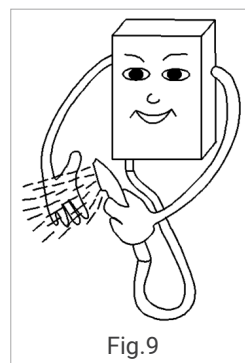

Fig.9
- (1) Gire el botón de regulación del caudal de agua para controlar el caudal de agua y su temperatura.
- (2) Gire el mando de regulación del gas para controlar la llama del quemador para controlar la temperatura del agua caliente.
- (3) Cierre la válvula de salida de agua caliente y el aparato dejará de funcionar automáticamente.
- Compruebe la temperatura del agua con la mano antes de ducharse, para evitar quemaduras (Fig.9).